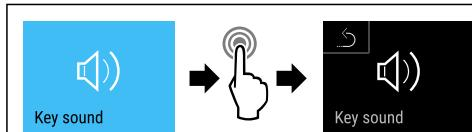

Fig. 113
- Seguir los pasos de procedimiento (consulte Fig. 113).